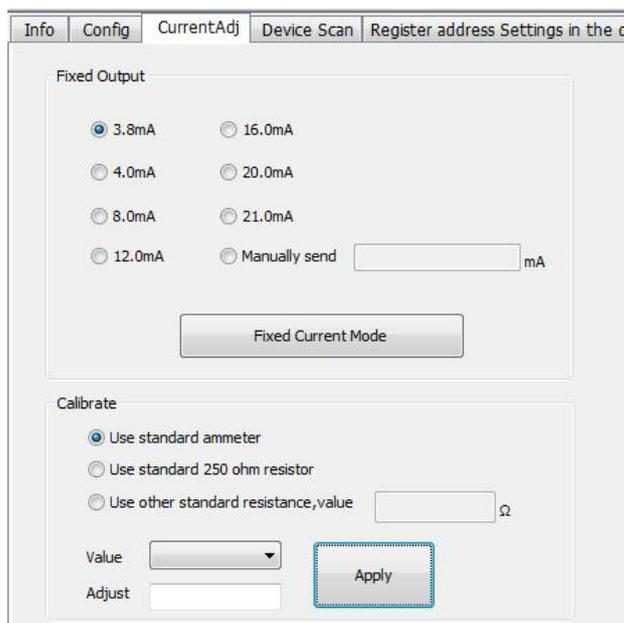

Рисунок 5.22 Вкладка Текущая калибровка
- (1) Левая — щелкает онлайн-устройство в представлении сети, а правая вкладка отображает вкладки, связанные с устройством.
- (2) Нажмите «current Calibration» на правой вкладке, и, если информация получена успешно, отобразится текущая функция калибровки, как показано на Рисунок 5.22 .